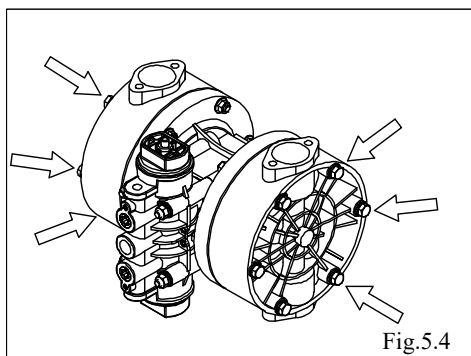

Fig.5.4
- 分别拆下外壳的12处安装螺栓和螺母，取下外壳。（Fig.5.4）